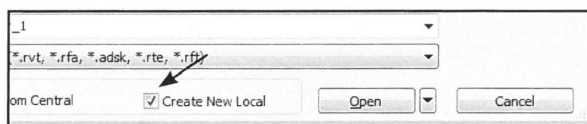

Fig. 16.12.
- Sørg for at der er flueben i *Create New Local File* (Fig. 16.12) Tryk *Open*.